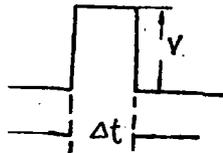

图 6
4)突然短路实验：找一台慢扫描示波器，经验电笔扞查无漏电现象，将示波器调好，对好Y轴方向的电压标尺，一大格调为0.5伏，再调好X轴方向的时间标尺，一大格调为1毫秒，将R2的两端接到Y轴直流输入端，用单刀开关将恒流保护的输出端，突然短路，应出现图6的曲线，测出幅值电压V及脉冲宽度Δt， $\frac{V}{R_2}$ 即为动作过程中的最大电流，Δt即为动作时间。